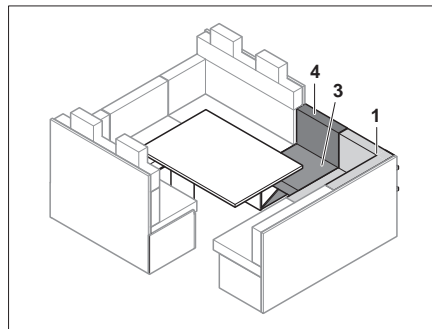

Fig. 117 Après l'agrandissement
- Remettre en place les coussins d'assise (Fig. 117,1).